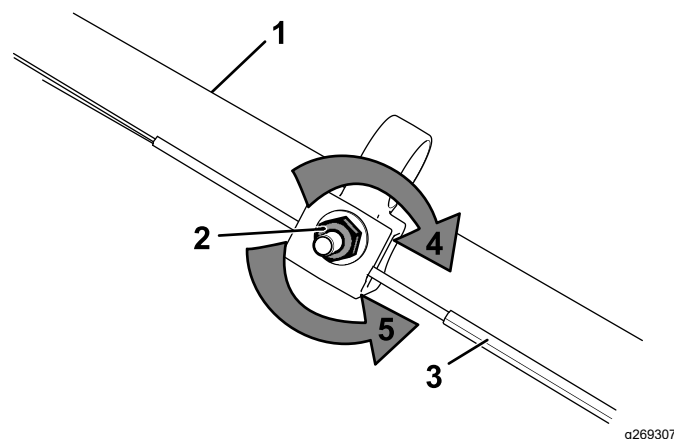

Figura 27
1. Rotii piulia de reglare în sens invers acelor de ceasornic pentru a slăbi cablul (Figura 27).
2. Ajustai tensionarea cablului (Figura 27) trăgându-l în spate sau în față i meninând poziia.